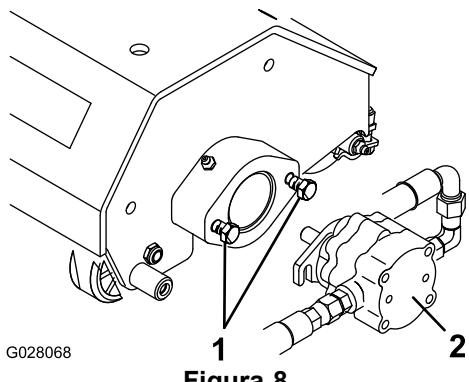

Figura 8
A. Afloje los tornillos de montaje y las arandelas del motor del molinete de cada rodillo triple. Deje aproximadamente 1 cm de rosca a la vista en cada tornillo de montaje (Figura 8).